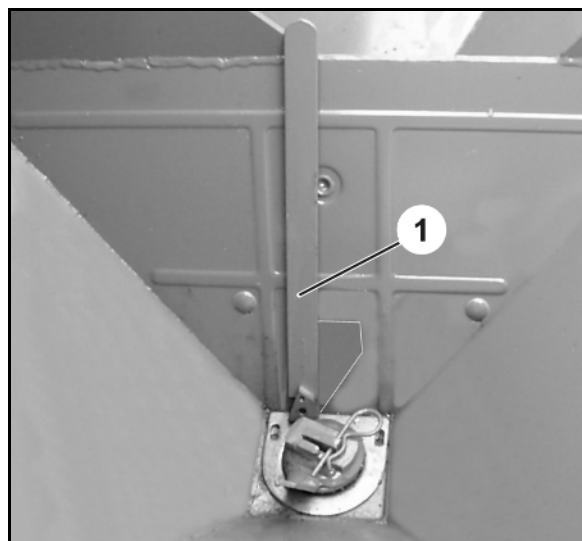

Fig. 104
4. Når vingemutterne er løsnet (Fig. 104/1), skal stillspaken (Fig. 104/2) på stopperen (Fig. 104/3) nå frem til anlegget.
- I denne stillingen skal avlese-kanten (Fig. 104/4) for spjeldstillingen vises verdien "11" på skalaen.
Skjer ikke dette, må stopperens posisjon (Fig. 104/3) forandres tilsvarende ved å dreie på forbindelsesstengene (Fig. 104/5):
6. Løsne kontramutteren (Fig. 104/6) på forbindelsesstengene (Fig. 104/5).
7. Dreie forbindelsesstangen helt til stopperen (Fig. 104/3) ligger inntil stillspaken (Fig. 104/2).